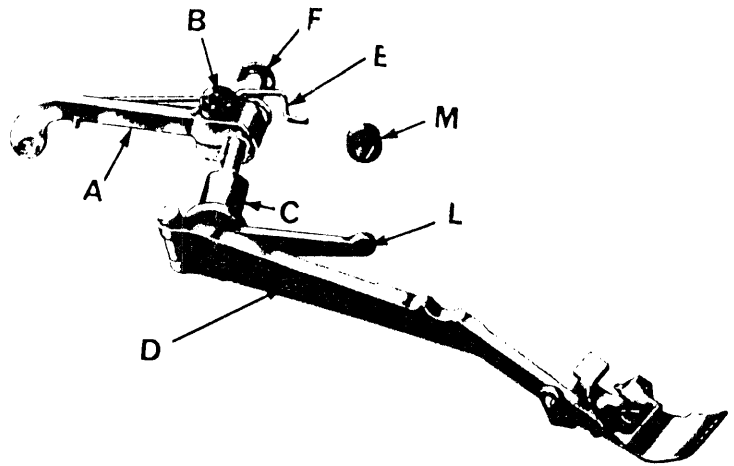

fig.16
e) Bloccaggio e regolazione leva porta piedino (fig. 16)